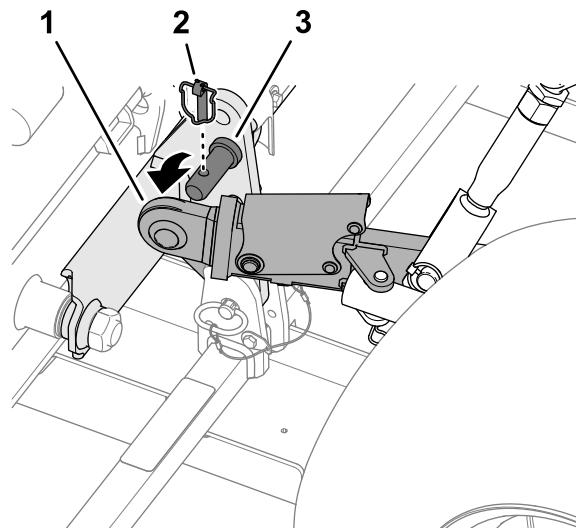

Figura 47
1. Retire los 2 pasadores de seguridad y retire los brazos de enganche inferiores de los pasadores de enganche de la máquina (Figura 47).